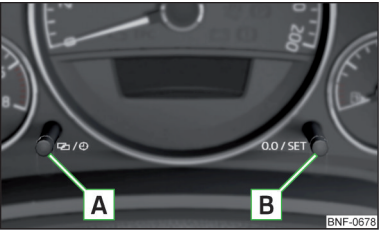

Fig. 24
- Hold knappen A inde » Fig. 24, indtil timerne blinker i displayet.